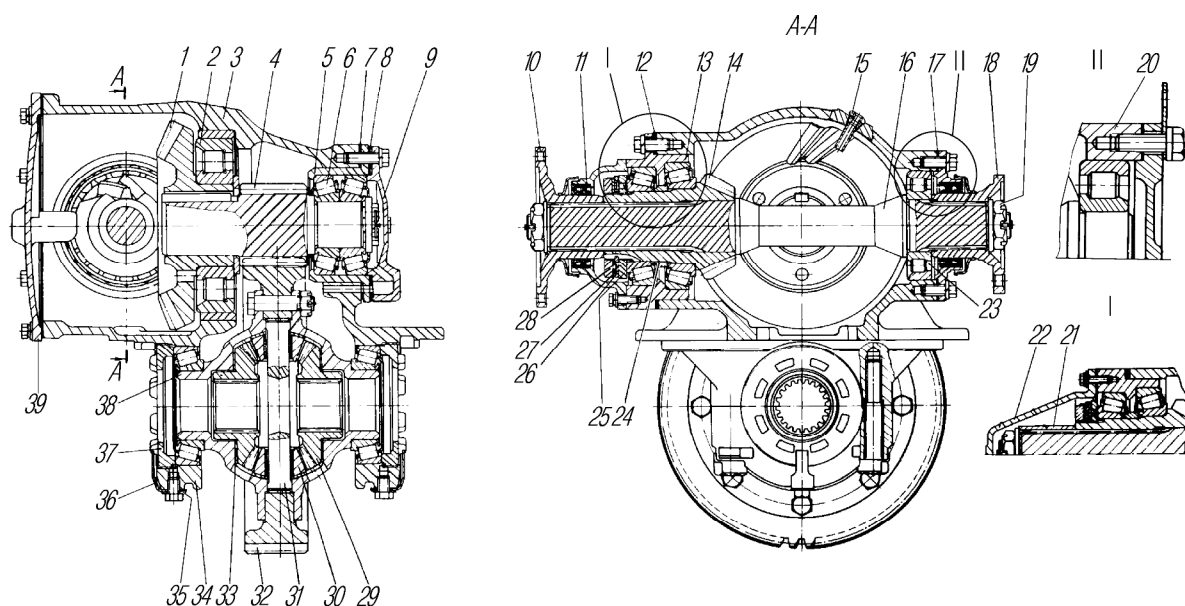

Рис. 33. Главная передача:
Главная передача моста - двойная, состоит из пары конических шестерен 1 (рис. 33) и 14 со спиральными зубьями и пары цилиндрических шестерен 4 и 32 с косыми зубьями. К ведомой цилиндрической шестерне болтами прикреплен симметричный конический дифференциал с четырьмя сателлитами.
Шестерни и подшипники смазываются маслом, заливаемым в картер моста до кромки резьбового отверстия контрольной пробки 14. Масло подхватывается шестернями, разбрызгивается и через роликовый подшипник 2 (см.рис. 33) попадает в полость конических шестерен картера главной передачи, откуда стекает в картер моста.
Рассчитать величину уменьшения толщины регулировочной шайбы 24 (см.рис. 33) (величина зазора плюс 0,03- 0,05 мм предварительного натяга). Следует отвернуть гайку, снять подшипник и регулировочную шайбу. Прошлифовать
2. Отрегулировать предварительный натяг подшипников промежуточного вала. Регулировать подшипники подбором пакета прокладок 8 (см.рис. 33) под крышкой 9 стакана. Крутящий момент, необходимый для проворота промежуточного вала, должен быть 0,9– 1,5 Н.м (0,09– 0,15 кгс.м).